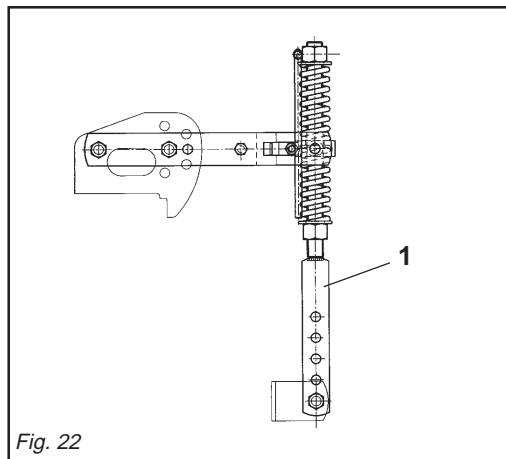

Fig. 22
- 2- Il martinetto a molla (1 Fig. 22) oltre a sostenere la lamiera livellatrice ed ammortizzarla nel trasporto su strada, serve a evitare il ribaltamento della macchina durante il parcheggio.
- 2- Besides supporting the levelling plate and acting as a shock absorber for it during road transport, the spring ram (1 Fig. 22) prevents the machine from overturning when parking.
- 2- Die Federwinde (1 Abb. 22) trägt nicht nur das Planierschild und dient beim Straßentransport zur Dämpfung von Stößen, sondern sie soll auch verhindern, daß die Maschine während des Parkens umkippt.
- 2- Le vérin à ressort (1 Fig. 22) sert de soutien à la tôle de nivellement et de suspension pendant le transport sur route, pour éviter le basculement du machine lors du stationnement.
- 2- El gato de resorte (1 Fig. 22), además de sostener la chapa de nivelación y protegerla durante el transporte en carretera, sirve para evitar el vuelco de la máquina durante el estacionamiento.